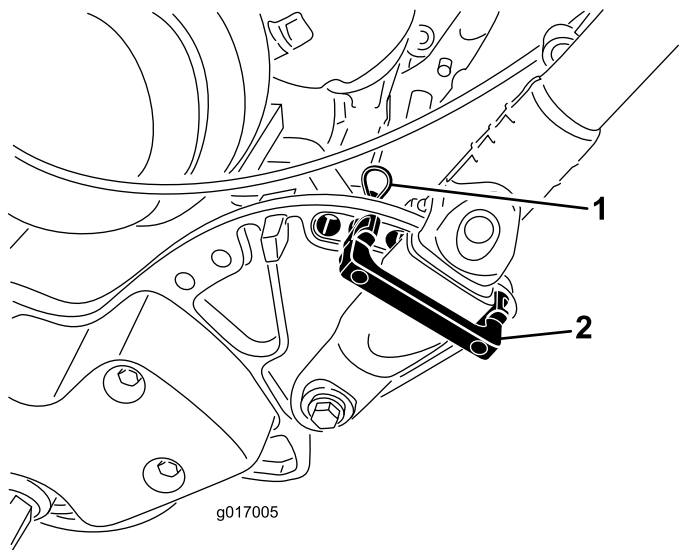

Figura 24
1. Retire las chavetas de los seguros de retención del manillar en cada lado del cortacésped (Figura 24).
2. Sujetando el manillar, retire las chavetas de cada lado y gire el manillar a la posición de operación deseada (Figura 24).